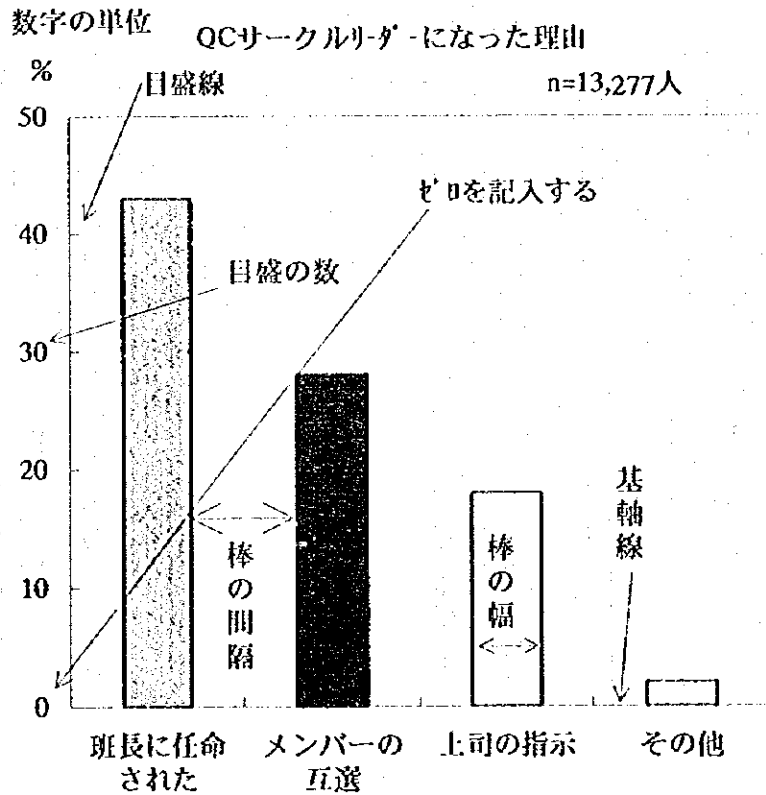

図1-3
- (g) 数字の単位 縦棒グラフは目盛の数字の外側の下部か最上部に記入する（図1-3）。横棒グラフは基軸線のゼロの数字の左上に記入する。
(2) 折れ線グラフ（線図、経過図表とも呼ぶ）